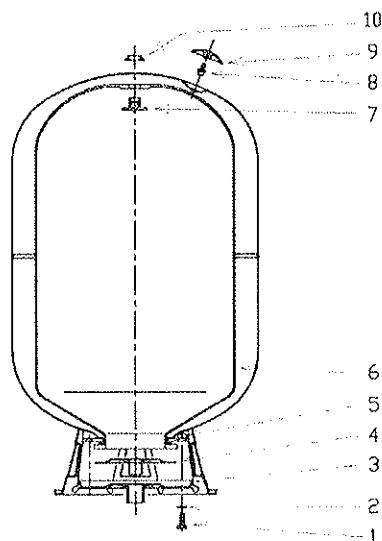

Fig. 3
3. Die Verpackung vom Behälter entfernen, den Schutzverschluß (Abb. 3 - Nr. 9) des Luftventils abnehmen und den Vordruck kontrollieren; sicherstellen, daß der Vordruck etwas niedriger als der Einschlußdruck des Druckwächters ist, je nach Bedarf Luft im Behälter hinzufügen oder wegnehmen, dann den Schutzverschluß wieder aufschrauben.
Für den Ersatz der Membrane sind folgende Vorschriften zu beachten (siehe Abb. 3)